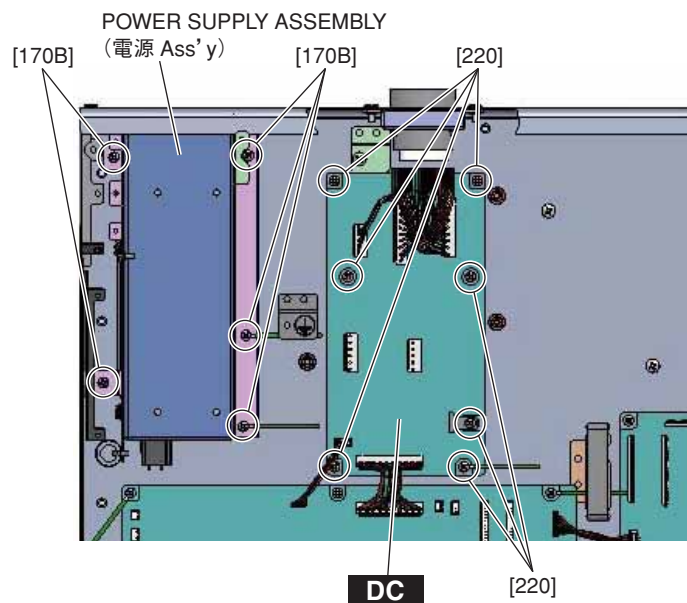

Fig. 4 (図 4)
- A-15-5. Remove the two (2) screws marked [170A] and the five (5) screws marked [170B]. The power supply assembly can then be removed. (Photo 18, Fig. 4)
- A-16-3. Remove the seven (7) screws marked [220]. The DC circuit board can then be removed. (Fig. 4)
- A-15-5. [170A] のネジ 2 本と [170B] のネジ 5 本を外して、電源 Ass'y を外します。(写真 18、図 4)
- A-16-3. [220] のネジ 7 本を外して、DC シートを外します。(図 4)